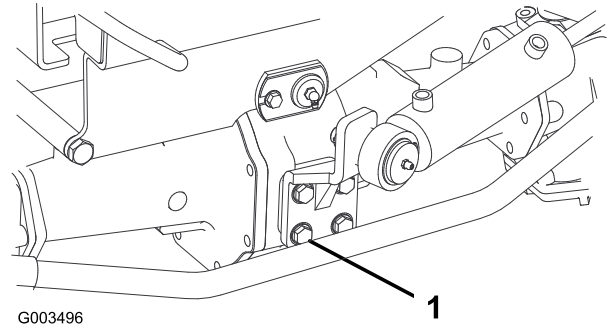

Figura 64
2. Apriete los 4 pernos del soporte del cilindro de dirección (**Figura 64**) a 65–81 N·m.